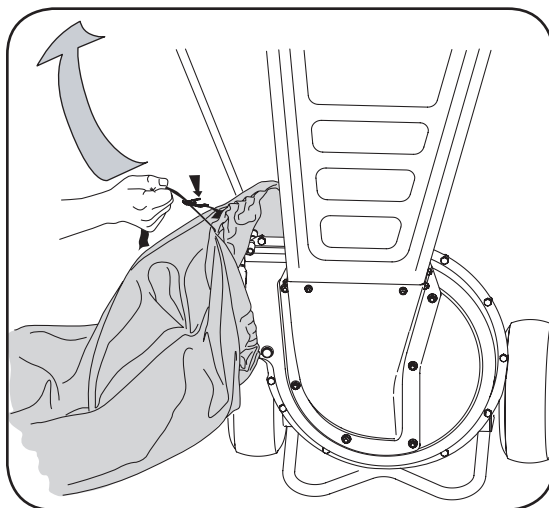

Figura 3-2
- c. Tire de la tira de extracción hasta que la bolsa quede ajustada alrededor de la abertura del deflector del canal. Vea la Figura 3-2.